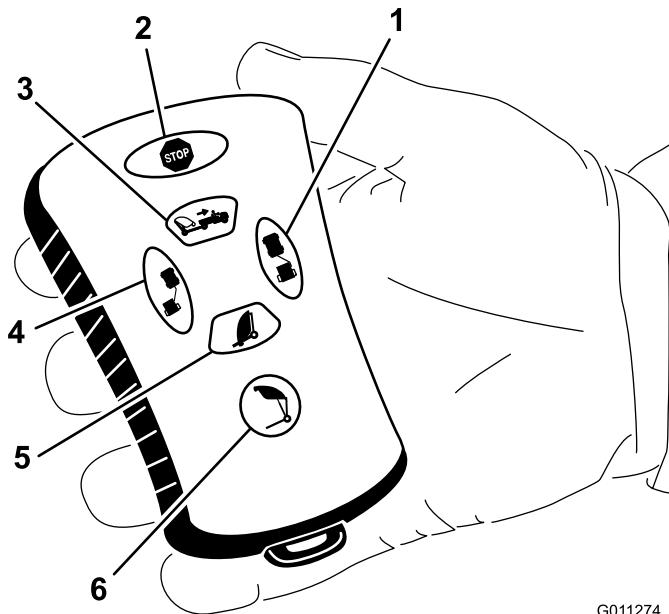

図 25
- ダンプ・ボタンを押す（図 25）。
- 次に、左オフセット・ボタンを押す（図 25）。
- 次に、右オフセット・ボタンを押す（図 25）。
- 次にダンプ・ボタンを押したまま保持する（図 25）。
- ホッパーを下降させるには、スイーパ下降ボタンを押す（図 25）。